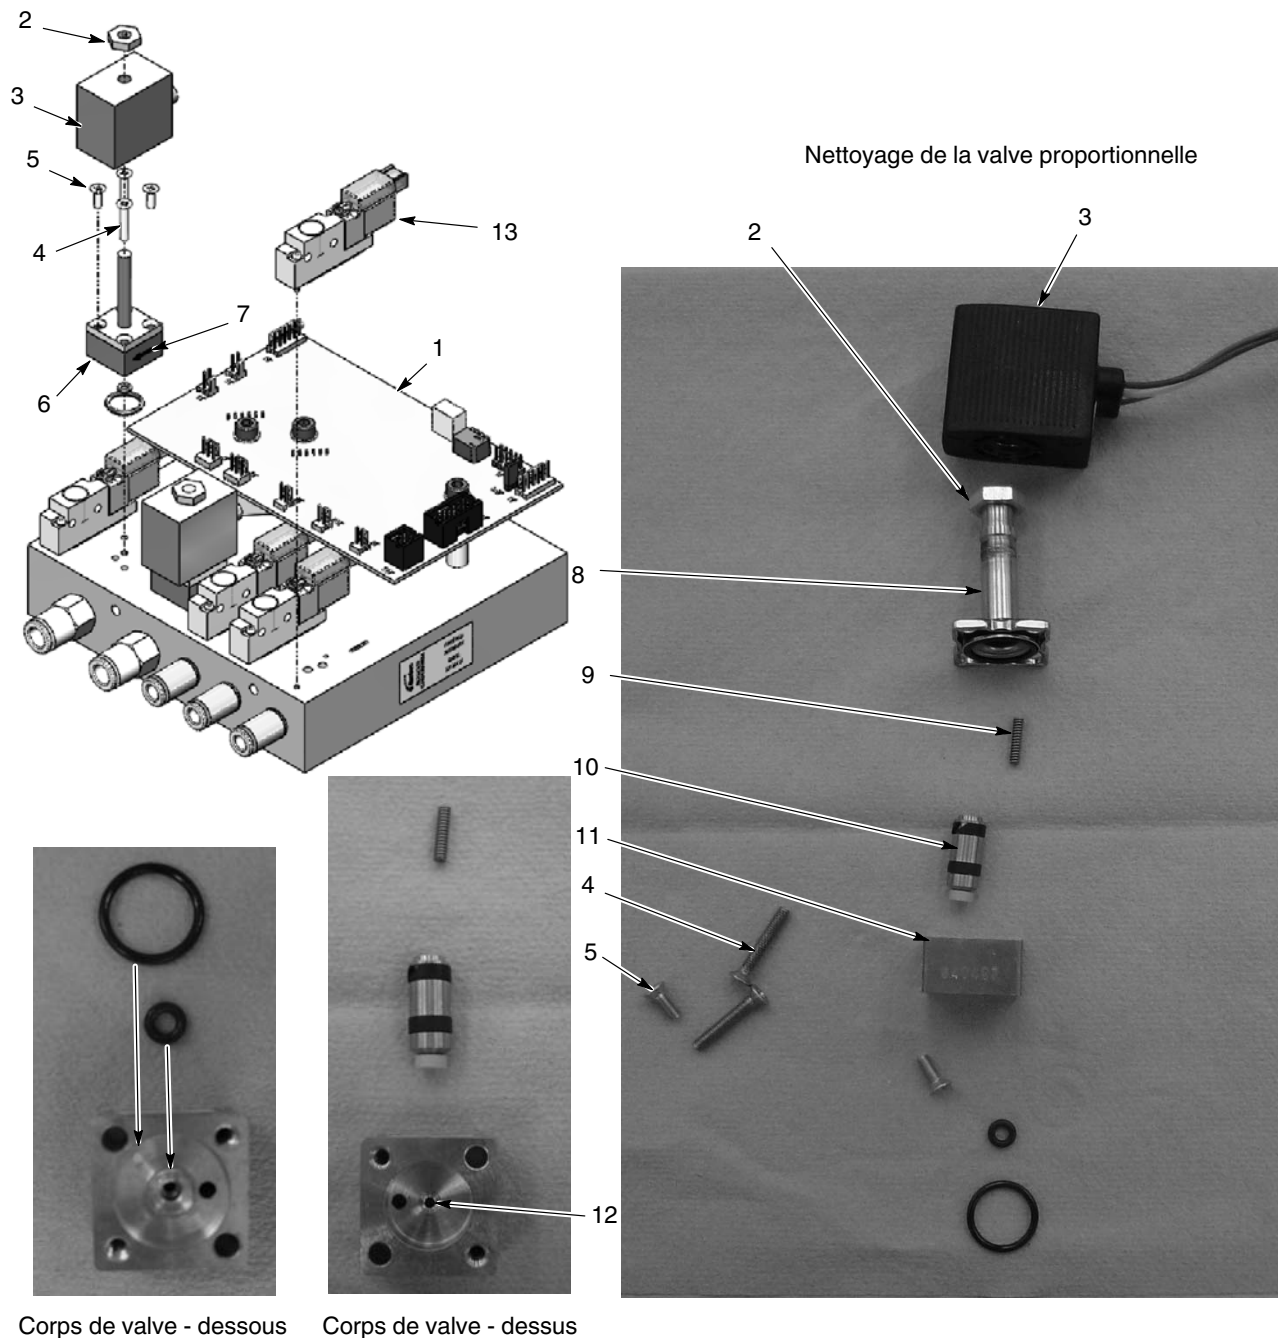

Figure 6-3 Réparation du module iFlow - Remplacement de l'électrovanne et nettoyage ou remplacement de la valve proportionnelle
Voir la figure 6-3. Pour démonter les électrovannes (13), retirer les deux vis dans le corps de valve et soulever la valve du collecteur.
Voir la figure 6-3. Une source d'air encrassée peut entraîner un dysfonctionnement de la valve proportionnelle (6). Suivre ces instructions pour démonter et nettoyer la valve.
1. Débrancher les fils de la bobine (3) de la carte (1). Retirer l'écrou (2) et la bobine de la valve proportionnelle (6).
2. Retirer les deux longues vis (4) et les deux vis courtes (5) pour pouvoir déposer la valve proportionnelle du collecteur.
Voir la figure 6-3. Remplacer la valve proportionnelle si son nettoyage ne corrige pas le problème de débit. Avant d'installer une valve neuve, retirer le couvercle de protection du fond du corps de vanne. Veiller à ne pas perdre les joints toriques sous le couvercle.